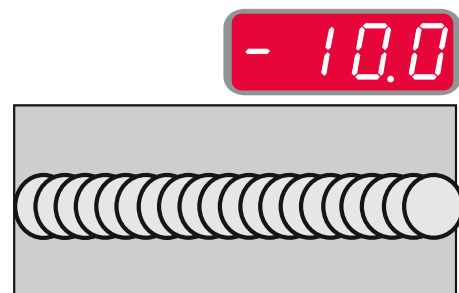

Figura 16
- Frequência inferior a 0,0 – Solda larga e espaçamento das ondulações, velocidade de deslocação lenta. A Figura 16 mostra a solda espaçada quando a frequência é "-10".